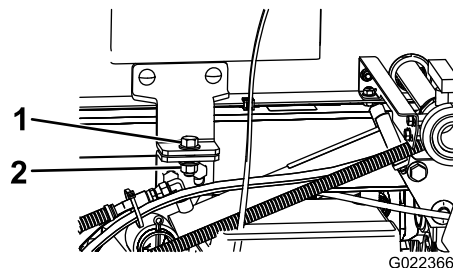

Рисунок 41
4. Выверните предохранительные болты из передней части рамы (**Рисунок 41**).